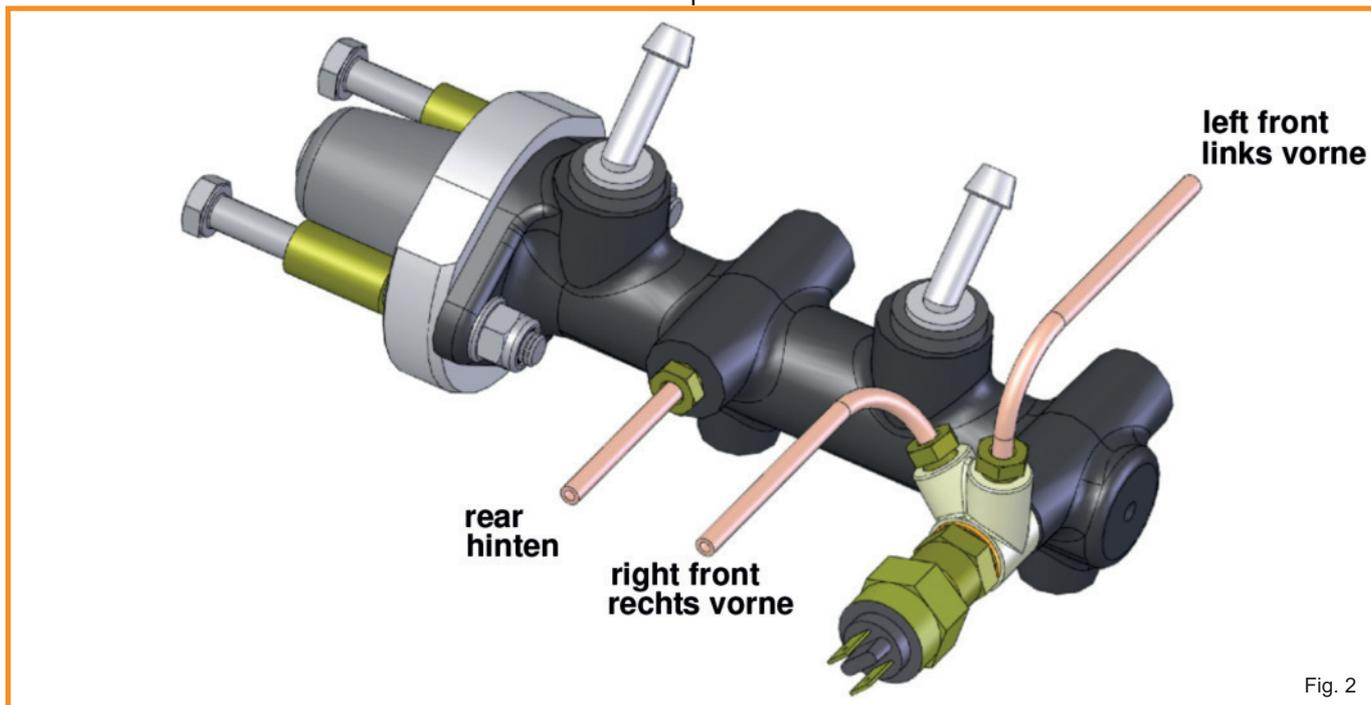

Fig. 2
See Fig. 2 for further information.
Siehe Fig. 2
NOTE: It is important that the two metal lines that go to the front brakes are threaded in the 2-way connector as shown in Fig.2.
- Drehen Sie die Verschraubungen der hinteren und der vorderen Bremsleitungen handfest in den HBZ. Siehe Fig.2 .